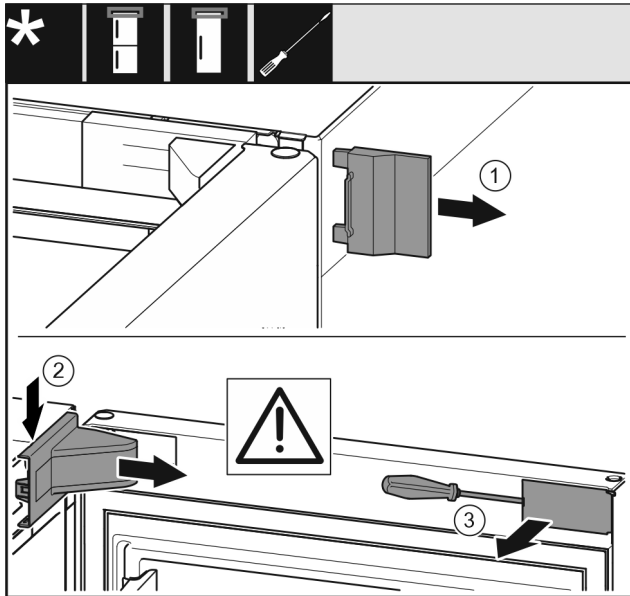

Fig. 5
- Retirer le cache extérieur. Fig. 5 (1)
- Détacher et libérer le cache du support de palier. Retirer le cache du support de palier. Fig. 5 (2)
- Dégager le cache avec le tournevis et l'incliner sur le côté. Fig. 5 (3)